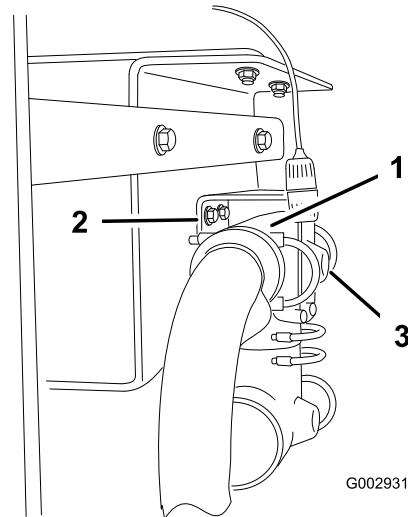

Bild 12
6. Nehmen Sie die Befestigungen ab, mit denen der T-Anschluss hinter dem Zufuhrventil des Spritzgestänges befestigt ist, damit der T-Anschluss nach unten fällt und an den Schläuchen hängt (Bild 12).
7. Bohren Sie vorne am Anschluss hinten am T-Anschluss vorsichtig ein Loch (1/4 Zoll Durchmesser) (Bild 12).